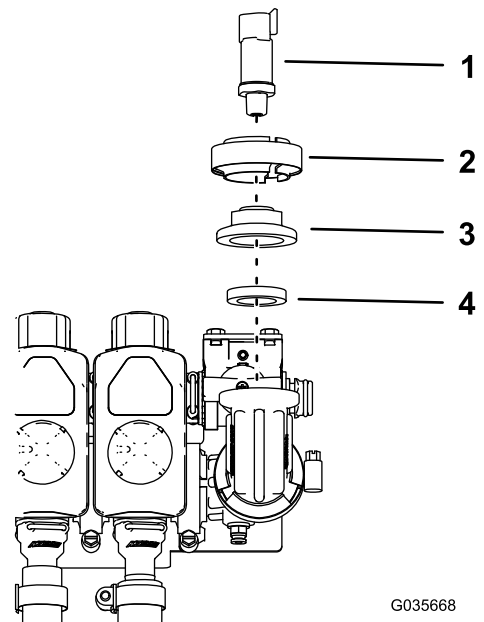

Figure 2
7. Montez le joint de bride, le chapeau et le transducteur de pression et fixez-les à l'aide du collier que vous venez de déposer (Figure 2).